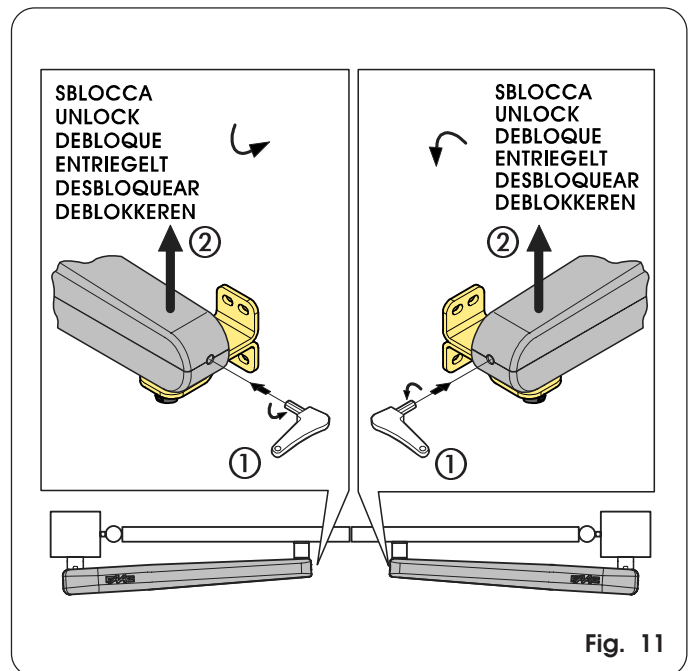

Fig. 11
- Introduire la clé à six pans creux fournie à l'avant de l'opérateur et la tourner de 5-6 tours en sens inverse horaire (Fig. 11 Réf. ①).
- Soulever l'opérateur par l'avant en le désassemblant de la patte d'attache (Fig. 11 Réf. ②) et extraire la clé de déverrouillage.